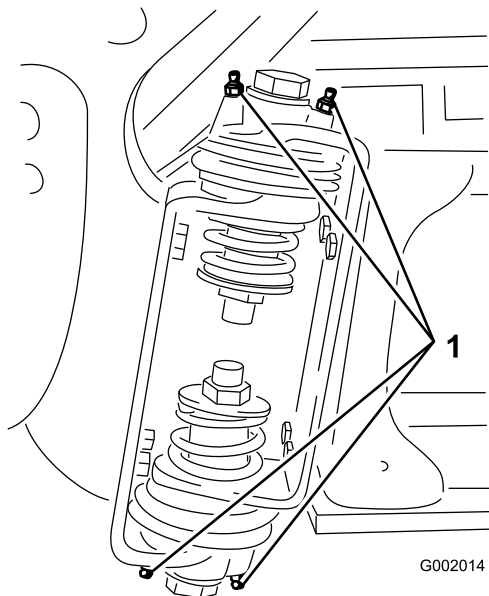

Figura 86
2. Pompai lubrifiant în rulment sau bucă la nivelul fiecărui fitting **Figura 86**.